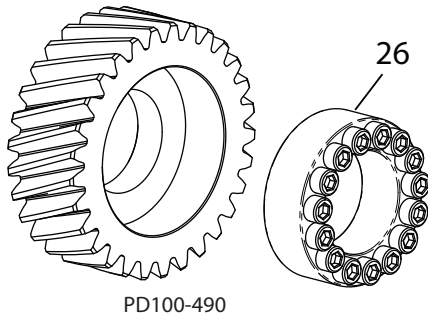
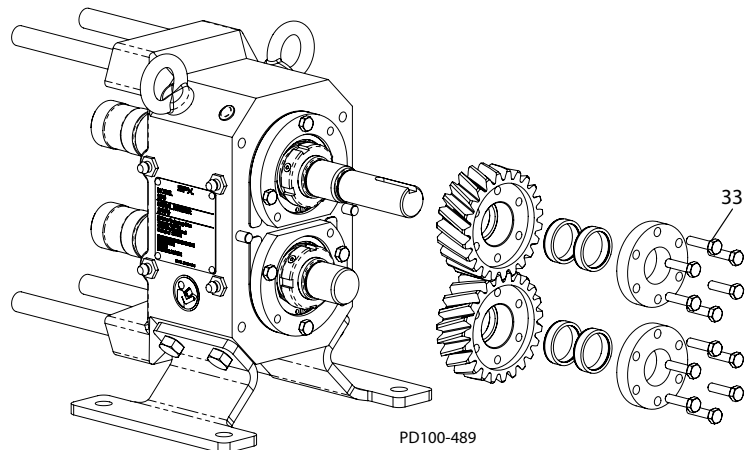

Figure 38 - Ensemble de verrouillage
Figure 39 - Retirez l'engrenage et l'ensemble de verrouillage
1. Desserrez les vis de la bague de serrage (Figure 39, objet 24) ou les vis de blocage dans l'ensemble de verrouillage (Figure 38, objet 26) pour libérer l'engrenage de l'arbre.